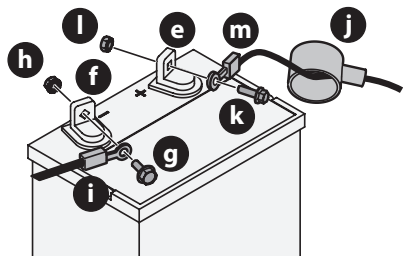

Fig. 23
NOTE : la borne positive de la batterie est marquée POS. (+) (e). La borne négative de la batterie est marquée NEG. (-) (f) (Fig. 23).
3. Retirez la vis à tête hexagonale (g) et l'écrou SEMS (h) qui fixent le fil négatif noir de la batterie (i) à la borne négative de la batterie (marquée NEG) (f). Éloignez le câble de la borne négative de la batterie (Fig. 23).
4. Retirez le capuchon rouge (j), la vis à tête hexagonale (k) et l'écrou SEMS (l) qui fixent le fil positif rouge de la batterie (m) à la borne positive de la batterie (marquée POS) (e) (Fig. 23).